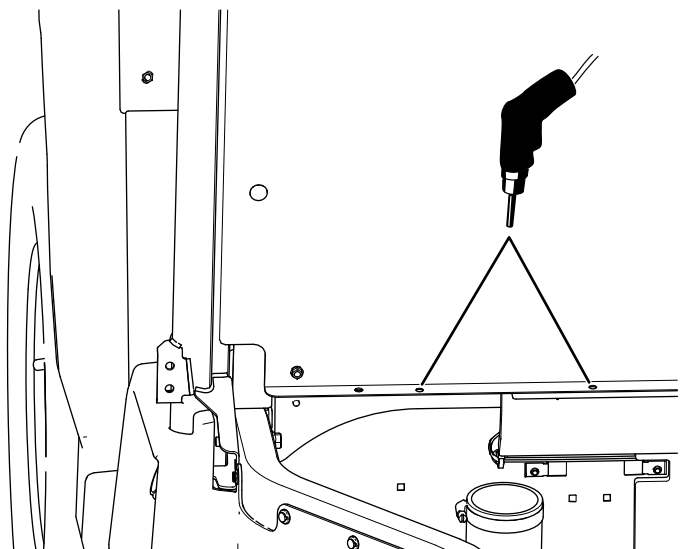

Figura 26
- D. Spostate la cappa della presa d'aria CVT e praticate i 2 fori (11/32") nel pannello sedili (Figura 26).